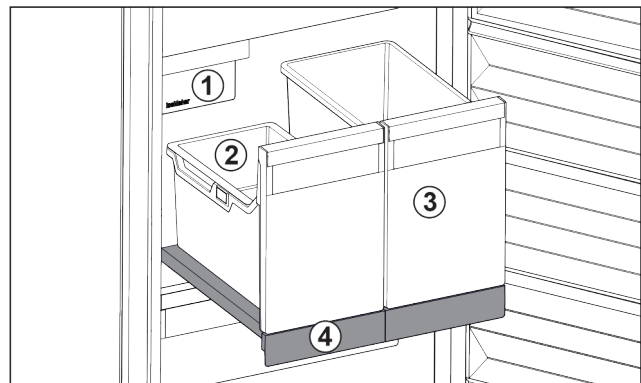

Fig. 27 Uitschuifplateau met IceTower
Op het uitschuifplateau bevinden zich twee hoge bakken (IceTower). In de bak Fig. 27 (2) worden ijsblokjes uit de IceMaker verzameld en bewaard. Bak Fig. 27 (3) is geschikt voor het bewaren van hoge levensmiddelen zoals pizza's of alcoholische dranken.